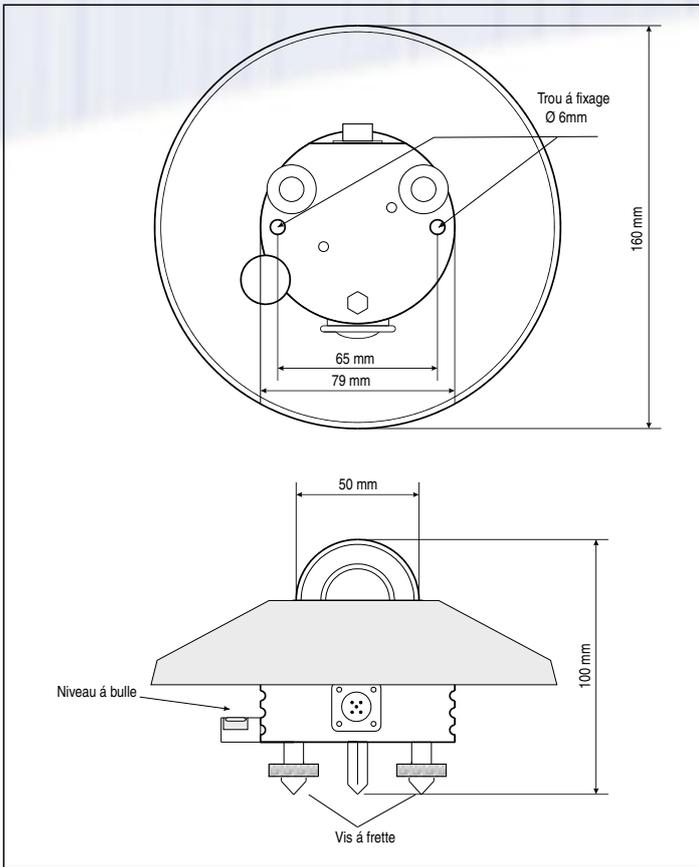

Fig. 4
- Pour un positionnement horizontal correct, le radiomètre LP UVB 02 est doté d'un niveau à bulle, le réglage se produit au moyen des deux vis avec frette d'enregistrement qui permettent de varier l'inclinaison du radiomètre. La fixation sur un plan peut être effectuée en utilisant les deux trous de diamètre 6mm et avec un entre-axes de 65 mm. Pour accéder aux trous de forage, enlever la protection et le repositionner une fois le montage accompli, voir la figure 4.
Dimensions:	figure 4